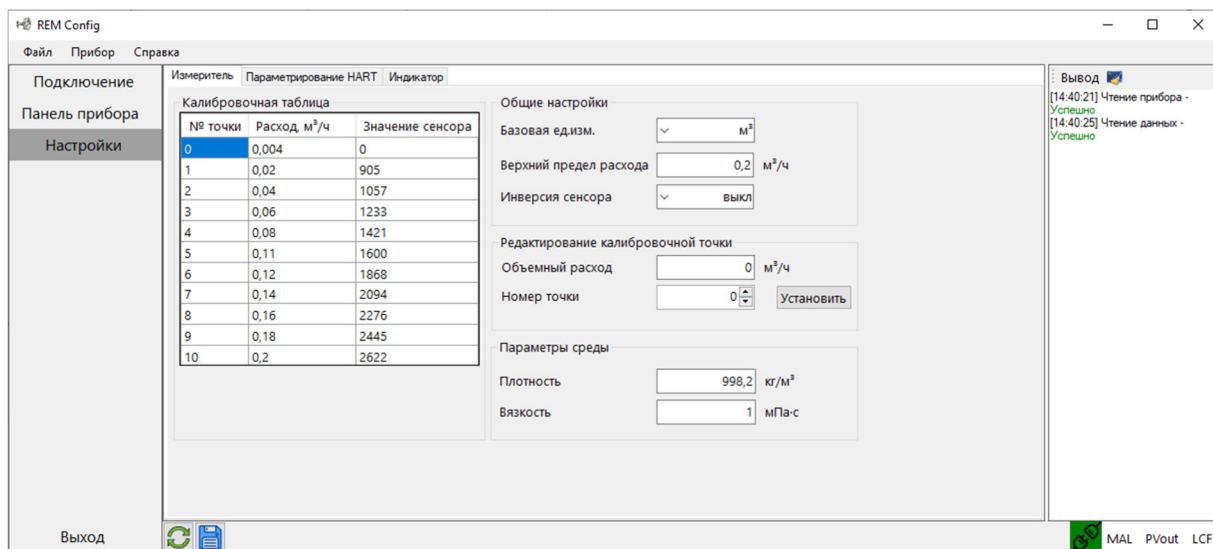

Рис.5. Настройка измерителя
- настройка измерителя (рисунок 5);